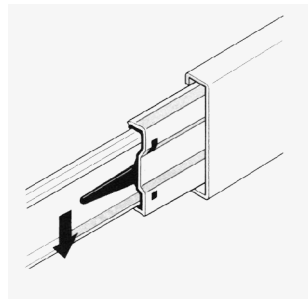

Рис.3
3. Расцепите направляющие на половинки с помощью бокового рычага в направляющей (Рис. 3).